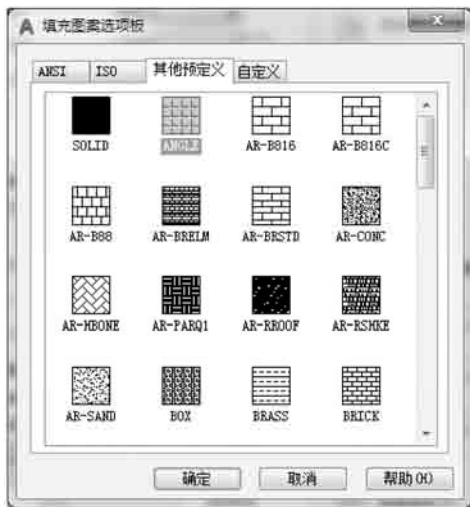

图 5-62
- » 【图案】: 列出可用的预定义图案。最近使用的六个用户预定义图案出现在列表顶部。HATCH 将选定的图案存储在 HPNAME 系统变量中。只有将【类型】设置为【预定义】,该选项才可用。单击后面的  按钮,会显示【填充图案选项板】对话框,从中可以同时查看所有预定义图案的预览图像,这将有助于用户做出选择,如图 5-62 所示。